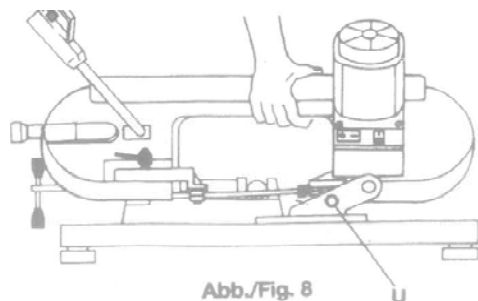

Fig. 8
Din maskin er utstyrt med en låseanordning som gjør at du kan flytte maskinen fra en plass til en annen. Det holder med å føre inn sprinten (U) i hullet på maskinens kropp og så løfte maskinen med det grep som vises i fig. 8.